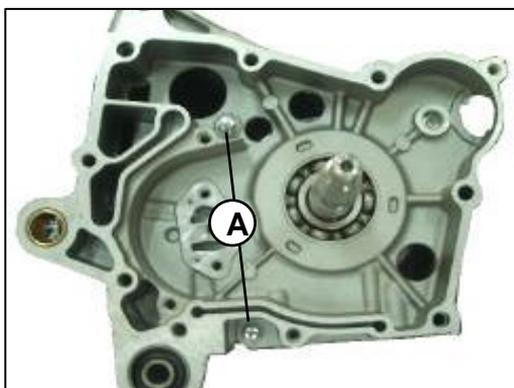

Fig. 13
Instale la carcasa central derecha y apreté los pernos (A) de esta. (2 pernos). **Fig.13**